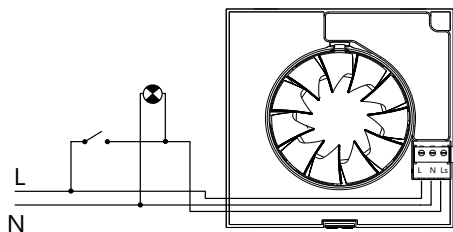

Fig.8
**Caso 2:** Funcionamiento automático con posibilidad de puesta en marcha con el interruptor de la luz (fig.8): funcionamiento automático similar al caso 1 y además con la posibilidad de poner el aparato en marcha con el interruptor de la luz cuando el nivel de humedad en el local es inferior al valor ajustado. En este caso, cuando se desconecta el interruptor (se apaga la luz), el aparato sigue funcionando el tiempo fijado por el temporizador.